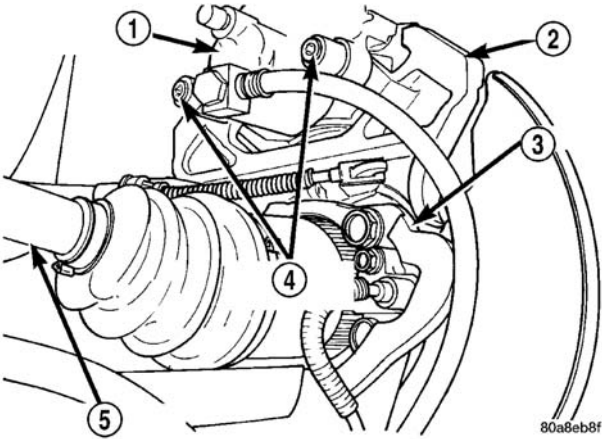

图 147 盘式制动器制动钳
- （3）从制动钳适配器上卸下盘式制动器（图 147）。
（13）将盘式制动器制动钳安装到制动钳适配器上（图 147）。（参见 5—制动系统/液压系统/机械结构/盘式制动器制动钳—安装）。